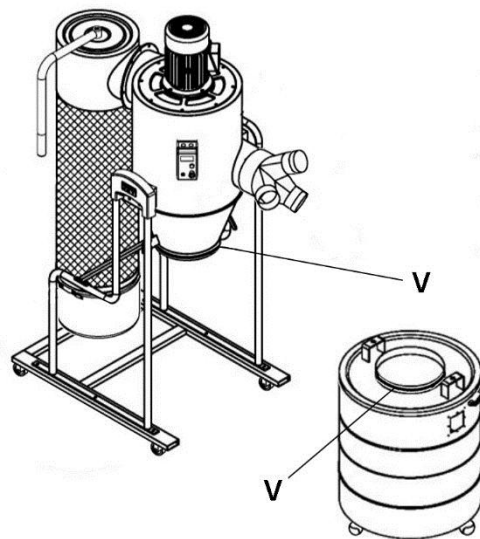

Рис. 11
15. Обмотайте уплотнительную ленту (V) вокруг воронки так, чтобы она слегка выступала за ее нижнюю кромку. См. Рис. 11. Уплотнительная лента должна полностью охватывать воронку.
16. Обмотайте уплотнительную ленту (V) вокруг внешнего края отверстия в контейнере. Уплотнительная лента должна полностью охватывать отверстие.